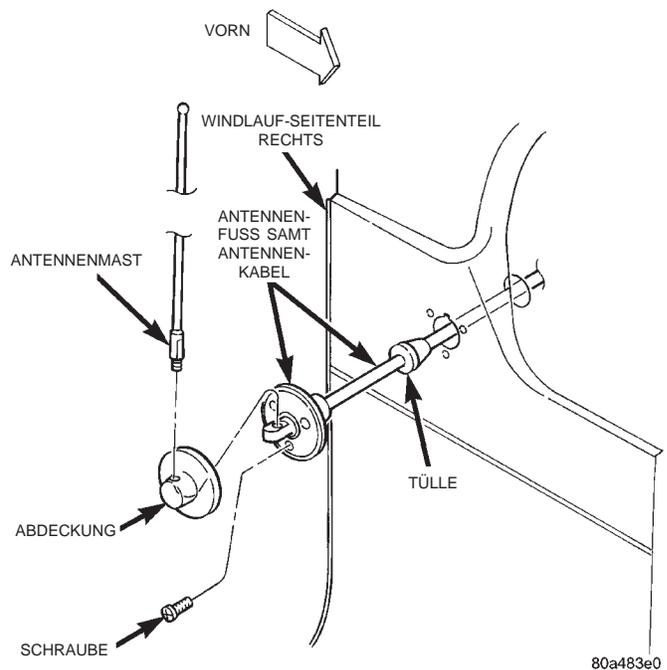

Abb. 9 Antenne aus- und einbauen
(1) Batterie-Minuskabel (-) abklemmen und elektrisch isolieren.
(2) Handschuhfach von der Instrumententafel abbauen. Näheres hierzu siehe Kapitel 8E, "Instrumententafel und Anzeiginstrumente".
(3) Durch die Handschuhfachöffnung greifen und den Steckverbinder des Antennenkabels abziehen. Die beiden Hälften des Steckverbinders gegeneinander verdrehen und voneinander abziehen. Nicht direkt am Kabel ziehen!
(4) Vom Fahrzeuginnenraum aus die Gummitülle am antennengehäuseseitigen Teil des Antennenkabels durch die Öffnung am rechten Windlauf-Seitenteil schieben (Abb. 9).